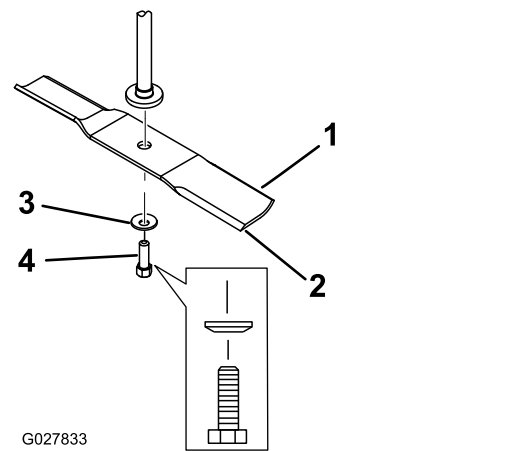

Figure 59
2. Enlevez de l'axe, le boulon, la rondelle bombée et la lame (Figure 59).
1. Placez la lame sur l'axe (Figure 59).
2. Montez la rondelle bombée (face concave vers la lame) et le boulon de lame (Figure 59).